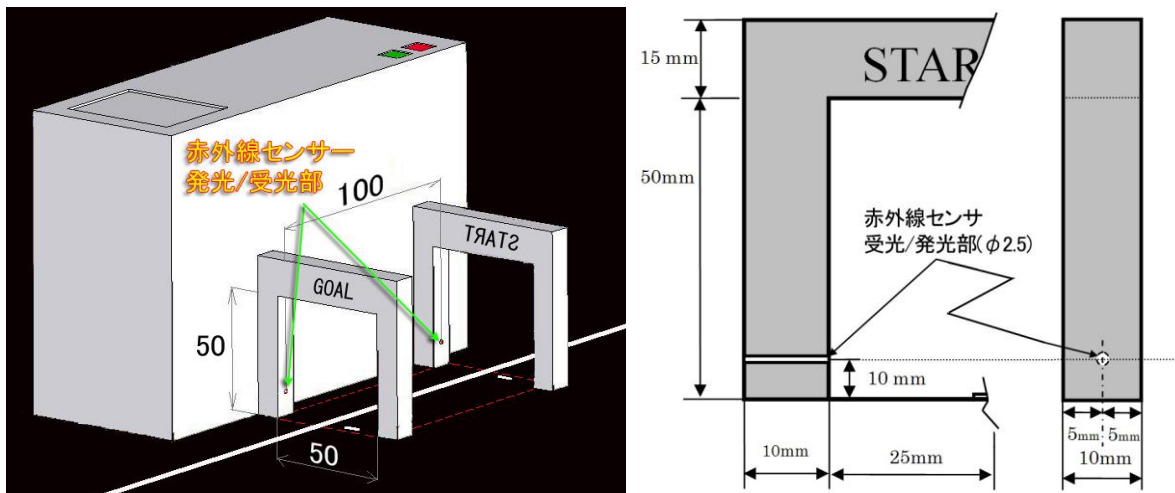

図7 自動計時装置
- 4-8 スタート・ゴールエリアには自動計時装置が置かれる。自動計時装置は赤外線センサを2個搭載しており、スタートライン上に1個、ゴールライン上に1個が配置されている。自動計時装置の寸法や設置位置、赤外線センサの設置位置などに関する詳細を図7に示す。なお、赤外線センサの設置高さは 10mm である。